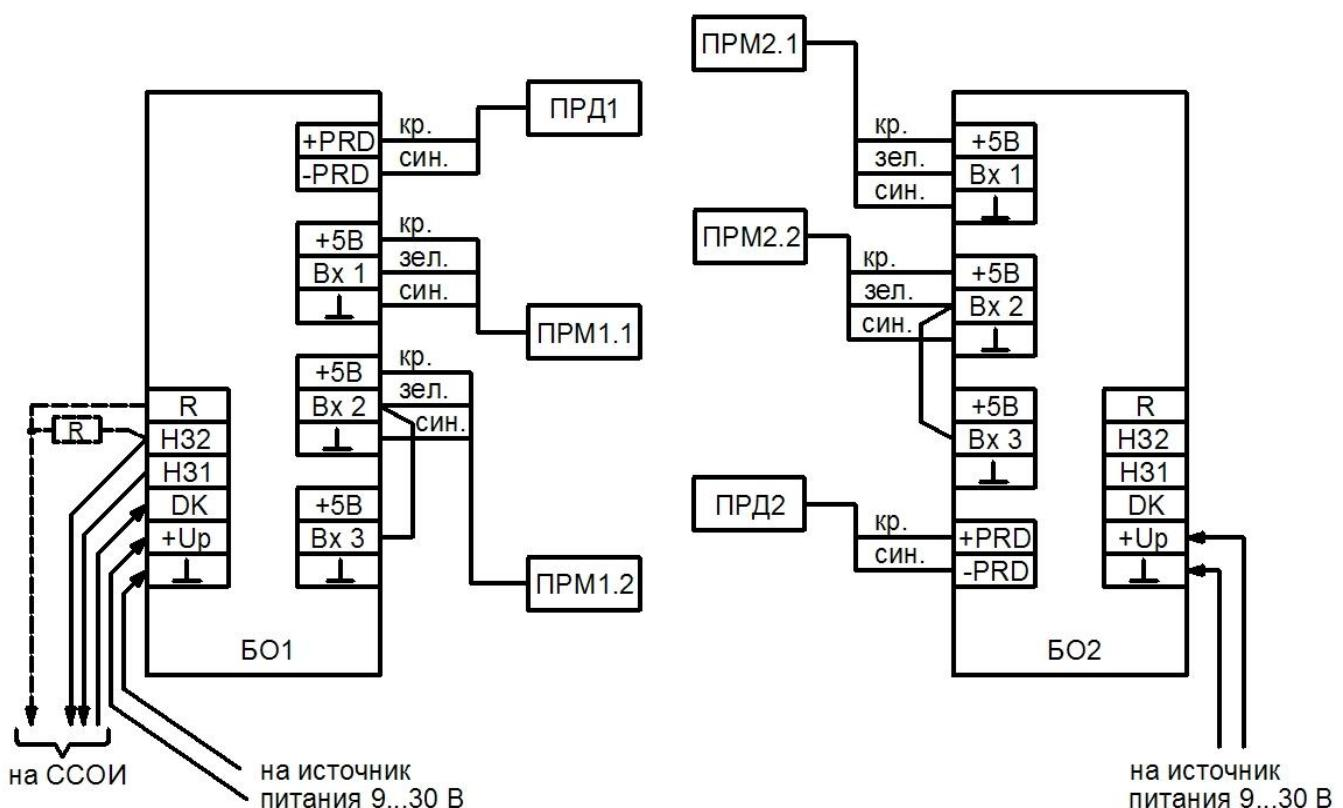

Рисунок 8.1 – Схема электромонтажа 4-лучевого извещателя.
- 1 Для четырехлучевого извещателя (рисунок 8.1) вместо дополнительных приёмных оптических узлов (ПРМ1.3, ПРМ2.3) установите перемычки между «ВХ3» и «ВХ2» на обоих БО.